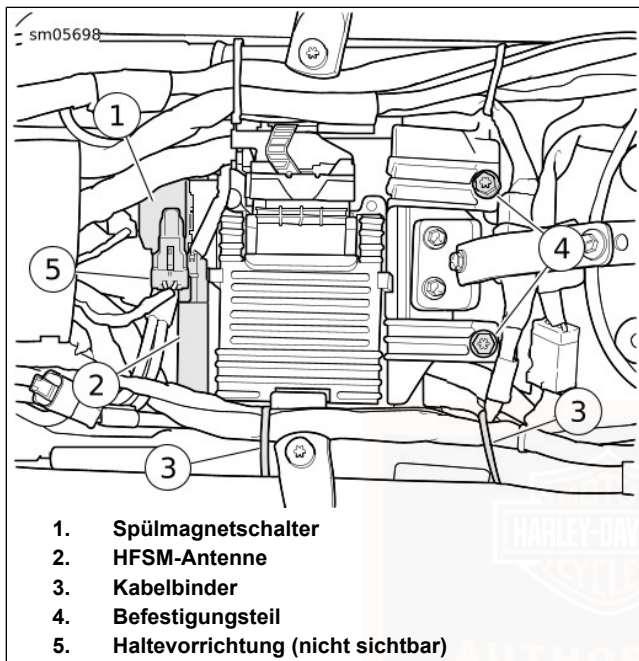
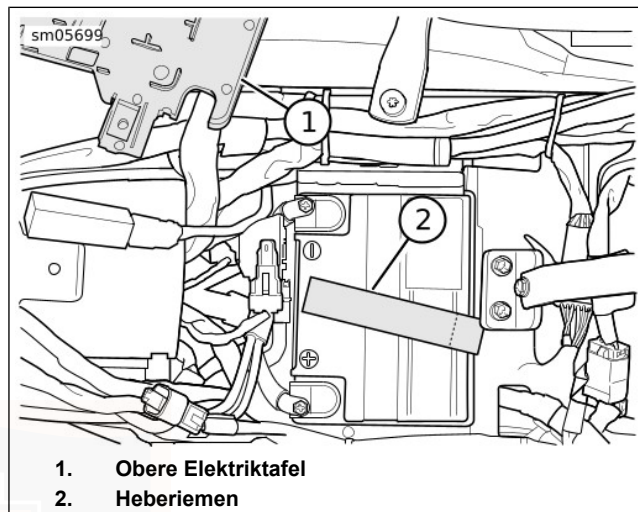

Abbildung 74. Obere Elektriztafel
Abbildung 75. Obere Elektriztafel aus dem Weg bewegen
2. Siehe Abbildung 74. Sofern vorhanden, den Spülmagnetschalter (1) nach vorne verschieben, um ihn von der oberen Elektriztafel zu lösen. Die Antenne des Handsfree-Sicherheitsmoduls (2) von der oberen Elektriztafel lösen und aus dem Weg schieben.
3. Befestigungsteile (4) entfernen.
4. Die Kabelbinder (3) durchschneiden und die Kabelbäume verschieben, um mehr Freiraum für die obere Elektriztafel zu erhalten.
5. Siehe Abbildung 75. Die obere Elektriztafel (1) aus dem vorderen Fixierbügel lösen und aus dem Weg drehen.
6. Siehe Abbildung 75. Den Hebegurt (2) nach vorne über die Batterie falten.
7. Siehe Abbildung 74. Die obere Elektriztafel über der Batterie in die Einbaustellung drehen und die Verriegelung in die Niederhaltevorrichtung eingreifen lassen.
8. Falls vorhanden, die Antenne des Handsfree-Sicherheitsmoduls (2) und den Spülmagnetschalter (1) auf der oberen Elektriztafel anschließen. Überprüfen, ob alle anderen Steckverbinder und Kabelbäume unter der Befestigungszunge des Spülmagnetschalters verlegt sind.
9. Die obere Elektriztafel am Rahmenquerträger befestigen. Schrauben (4) auf ein Drehmoment von 8,1–10,9 N·m (72–96 **in-lbs**) anziehen.
10. Die Kabelbäume mit Kabelbindern (3) am Rahmen befestigen.